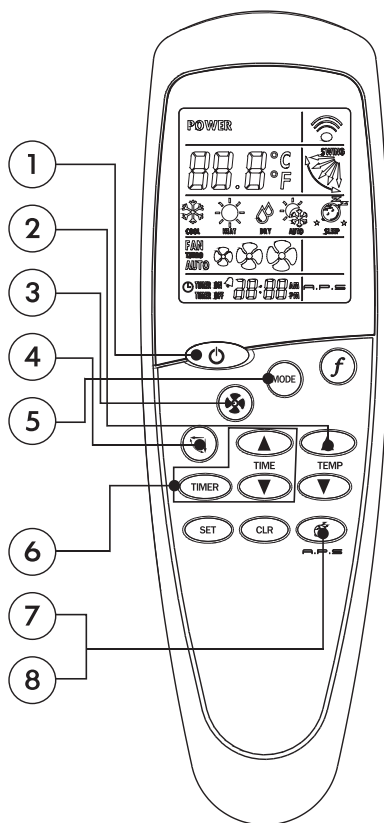

Рис. 5.1.
- Для управления кондиционером применяется беспроводной инфракрасный дистанционный пульт (рис. 5.1).
- Комментарии к рис. 5.1 см. таблицу 5.1.